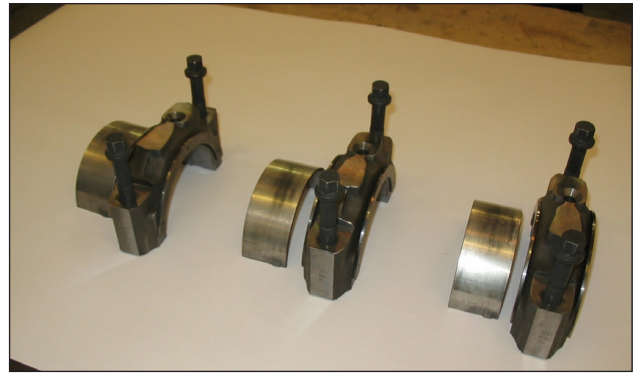

Fig. 19
Pour éviter toute erreur possible, les chapeaux et les demi-bielles ont été numérotés sur un côté (rep. ①, Fig. 19).